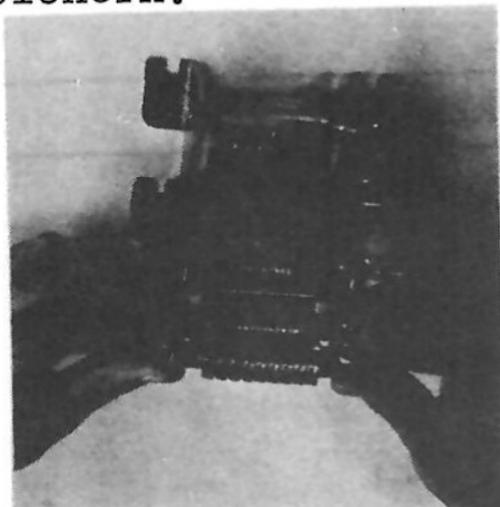

Fig. 8-42 Einbau der Hammerhebeleinheit
4) Hammerhebel auf Mitte der Achse (63-D) stellen und Einheit (63) in Platine (89) einsetzen (Fig. 8-42).	Beim Einsetzen der Hammerhebeleinheit Achse und Führung halten, damit sie nicht herauspringt.